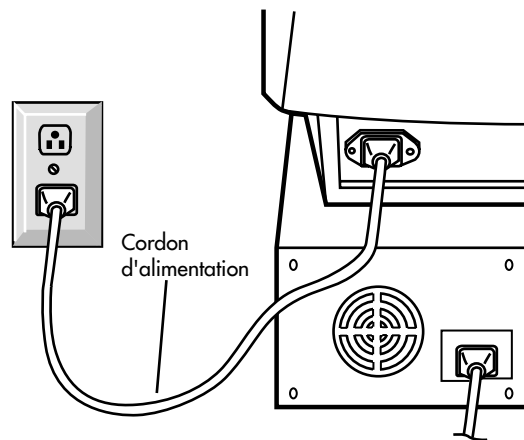

Figure C.1
**REMARQUE :** Pour obtenir un adaptateur de câble AccuSync Macintosh, appeler NEC-Mitsubishi Electronics Display au (800) 632-4662.
5. Connecter une extrémité du cordon d'alimentation au moniteur AccuSync et l'autre extrémité à la prise de courant (**Figure C.1**).